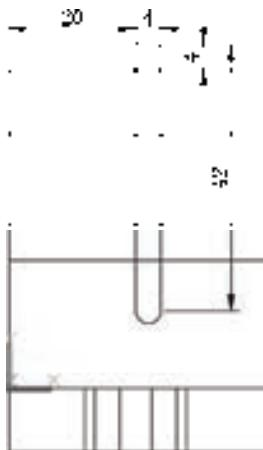

图 11-77 绘制二维图形
15) 绘制二维图形。绘制图 11-77 所示的二维图形，图形下部为 R4 的半圆弧。